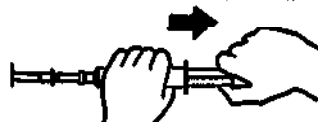

Рис. 13
- Медленно аспируйте 30 куб. см при помощи шприца объемом 30 куб. см. (См. рис. 13.) Извлеките шприц, оставив одноканальный клапан на месте, чтобы обеспечить поддержание вакуума.